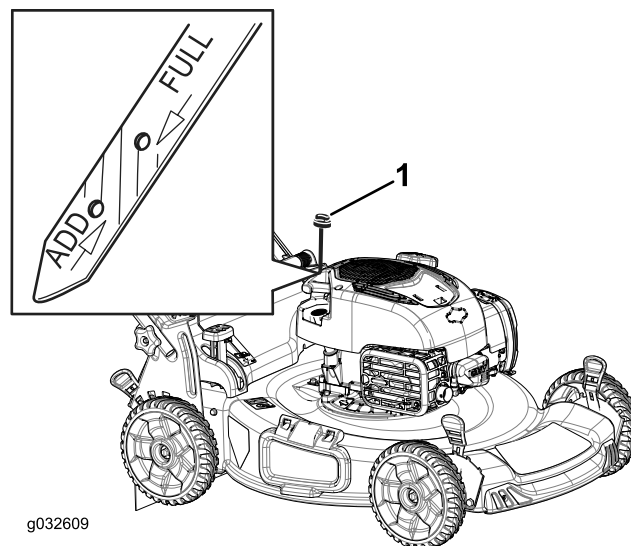

Figure 15
2. Retirez la jauge (Figure 15).
5. Vérifiez le niveau d'huile indiqué par la jauge (Figure 15).
- Si le niveau n'atteint pas le repère minimum sur la jauge, versez lentement une petite quantité d'huile dans le tube de remplissage, patientez 3 minutes et répétez les opérations 3 à 5 jusqu'à ce que le niveau atteigne le repère maximum (Figure 15).